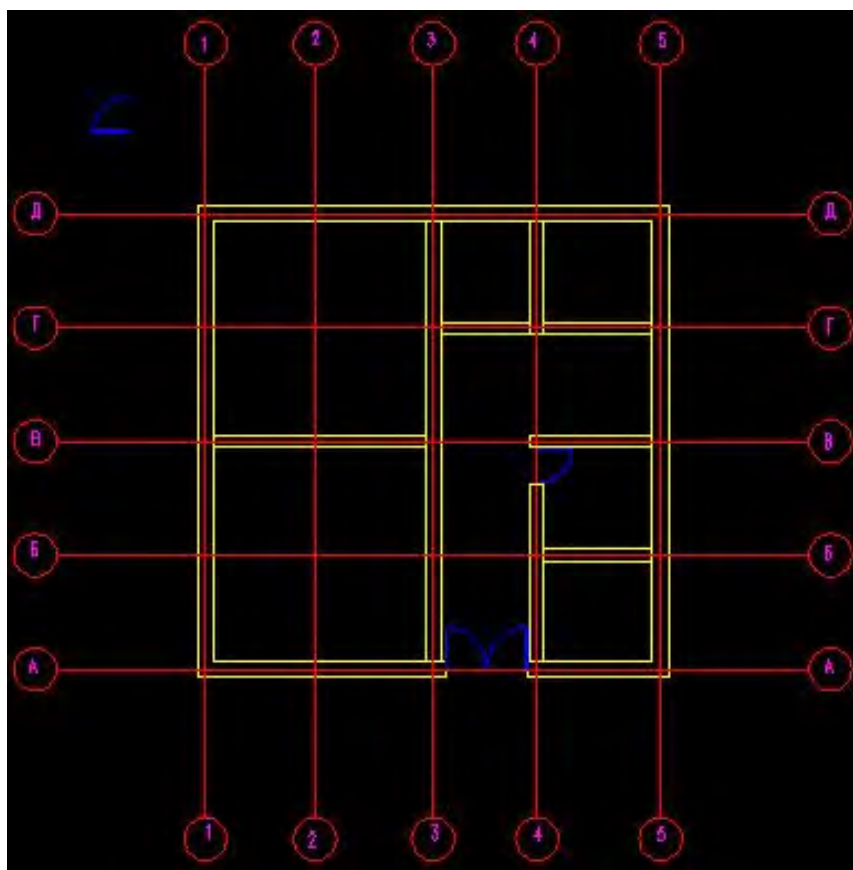

Рис. 7. План первого этажа
2. Откройте новый файл. Нарисуйте план помещений первого этажа (рис. 7). Вызовите палитру **DesignCenter**. Найдите файл «Двери.dwg» и блок «Двери».
Блок «Двери» изображен в правом нижнем углу рис. 7. Две двери вставлены.
Изображение плана помещения первого этажа с уже вставленными двумя дверями представлено на рис. 7.